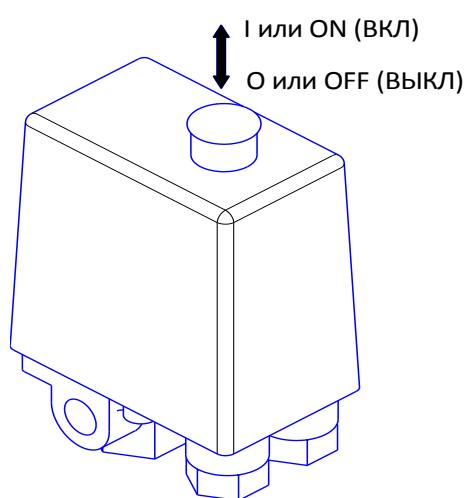

Рисунок 3
1 Проверьте, чтобы выключатель на маностате находился в выключенном положении "О" или "OFF", в зависимости от исполнения (см. рисунок 3).
4 Включите компрессор выключателем на маностате. Для этого необходимо переключить выключатель в положение "I" или "ON", в зависимости от исполнения (см. рисунок 3).
- 1 Выключить компрессор выключателем на маностате. Для этого необходимо переключить выключатель в положение "O" или "OFF", в зависимости от исполнения (см. рисунок 3). После этого остановится электродвигатель и произойдет сброс давления из нагнетательного воздухопровода и поршневого блока.